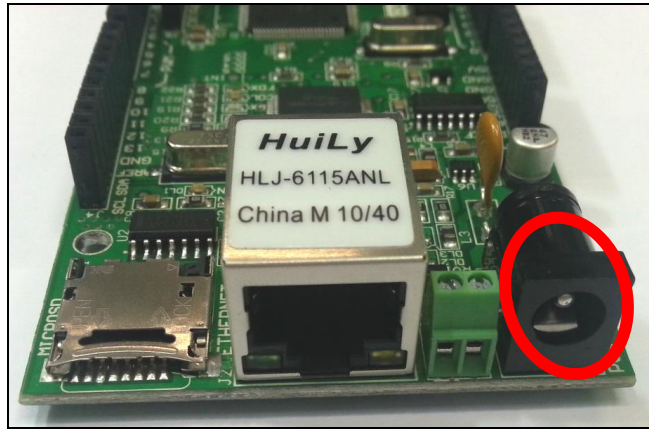

Fig. 1. Supplying power via a power adapter.
- Connect a 5V (about 500mA; a standard USB will do) power adapter into its socket (Fig. 1)
- Collega un trasformatore a 5V 500mA (un USB standard va bene) nell'apposita presa (Fig. 1)